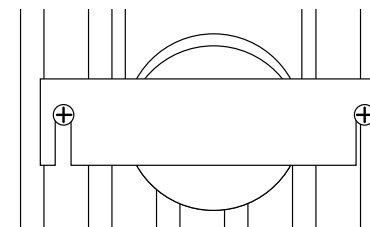

Abb.5 Stauplatte
- 6 Nehmen Sie die Stauplatte hinten aus dem Ofen heraus (siehe Abb. 5).